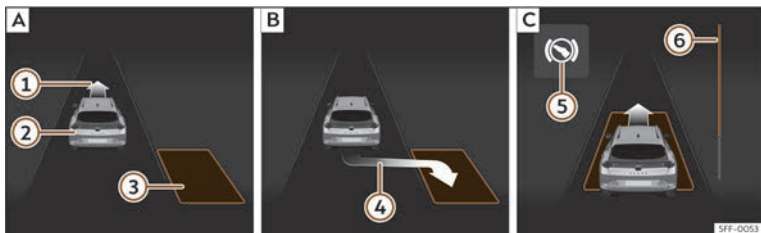
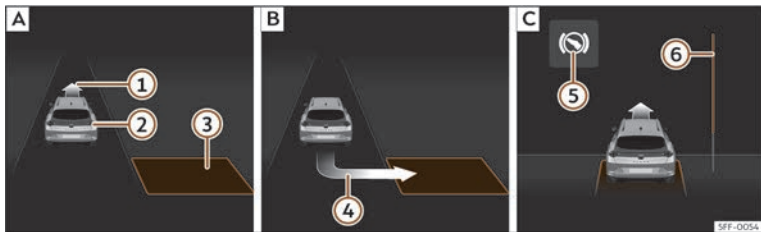

Fig. 151 Na pantalla do cadro de instrumentos: aparcar en liña. **[A]**: Buscar un oco de estacionamento. **[B]**: Posición para aparcar. **[C]**: Maniostrar.
Fig. 152 Na pantalla do cadro de instrumentos: aparcar en batería. **[A]**: Buscar un oco de estacionamento. **[B]**: Posición para aparcar. **[C]**: Maniostrar.
aparcar >>> **fig. 151 [B]** ou >>> **fig. 152 [B]**. O espazo considerárase "axeitado" se na pantalla do cadro de instrumentos aparece a indicación de aparcar ④.
- Retroceda ata que soe o sinal continuo do ParkPilot; **OU BEN:** retroceda ata que na pantalla do cadro de instrumentos apareza a indicación de dar marcha adiante >>> **fig. 151** [C] ou >>> **fig. 152** [C]; **OU BEN:** retroceda ata que na pantalla do cadro de instrumentos apareza a mensaxe **Park Assist finalizado**. A barra de progreso ⑥ indica a distancia que hai que percorrer.
- Prema o pedal do freo ata que o sistema de aparcamento asistido complete os xiros do volante; **OU BEN:** ata que se apague o símbolo ⑤ na pantalla do cadro de instrumentos.
- Vaia marcha adiante ata que soe o sinal continuo do ParkPilot; **OU BEN:** vaia marcha adiante ata que na pantalla do cadro de instrumentos apareza a indicación de dar marcha atrás. O sistema de aparcamento asistido dirixe o vehículo marcha adiante e marcha atrás ata centralo no espazo >>> **fig. 151** [C] ou >>> **fig. 152** [C].
A barra de progreso >>> **fig. 151** ⑥ e >>> **fig. 152** ⑥ amosa simbolicamente na pantalla do cadro de instrumentos a distancia relativa que aínda queda por percorrer. Canto maior sexa a distancia, máis chea está a barra de progreso. Ao circular marcha adiante, o contido da barra de progreso diminúe cara arriba e, ao circular marcha atrás, diminúe cara abaixo.